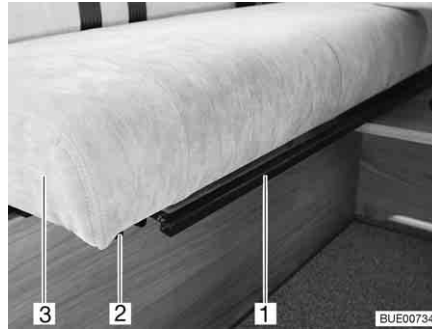

Fig. 18 Inclinaison du dossier de la banquette
- Tirer ou pousser l'étrier (Fig. 18,1) situé sous la surface de siège (Fig. 18,3) vers le haut et le maintenir dans cette position.
- Tirer avec précaution la surface de siège sur les rails (Fig. 18,2) jusqu'à la position souhaitée ou jusqu'à la butée.